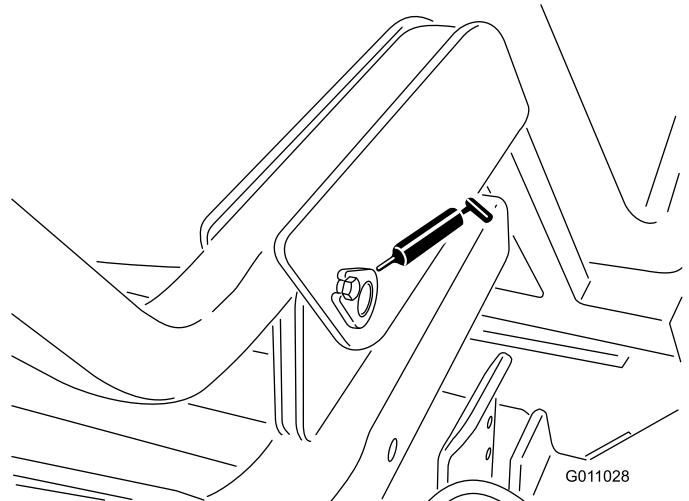

Figura 32
- Perno inferiore del cassone (2) (Figura 32).